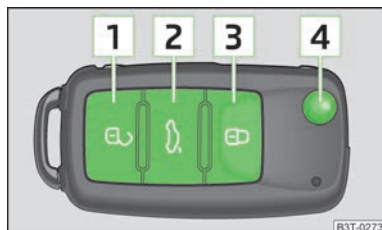

Fig. 12
- Pulsar la tecla **1** » fig. 12.
- Pulsar la tecla **3** » fig. 12.
- Pulsar la tecla **3** » fig. 12 dos veces en 2 segundos. Para más información » página 29.
- Pulsar la tecla **2** » fig. 12. Para más información » página 36.
- Pulsar la tecla **2** » fig. 12. Para más información » página 37.
- Pulsar la tecla **2** » fig. 12. Para más información » página 39.
- Pulsar la tecla **4** » fig. 12.
- Pulsar la tecla **4** » fig. 12 y plegar el paletón de la llave.
El desbloqueo del vehículo se indica mediante dos parpadeos de las luces intermitentes. Si se desbloquean las puertas del vehículo con la tecla **1** » fig. 12 sin abrirse ninguna puerta ni la tapa del maletero en los 30 segundos siguientes, las puertas del vehículo se volverá a bloquear automáticamente y se activa el seguro Safe, o bien la alarma antirrobo. Esta función impide un desbloqueo accidental del vehículo.